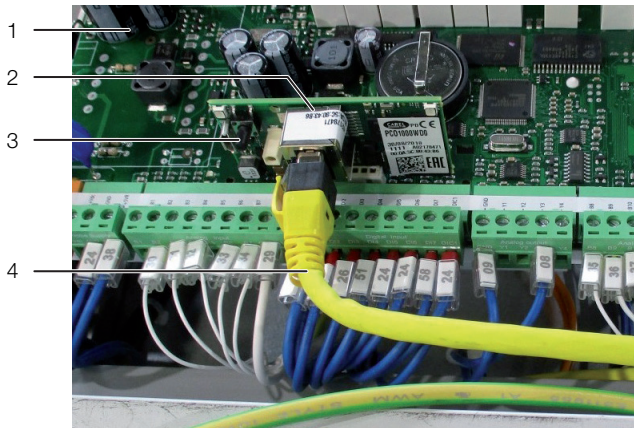

Рис. 34: Веб-карта pCO
- Нажмите (опционально с помощью другого человека) на кнопку "Reset" (рис. 34, поз. 3) и удерживайте ее ок. 20 секунд во время загрузки карты, пока индикатор статуса медленно не мигнет три раза.